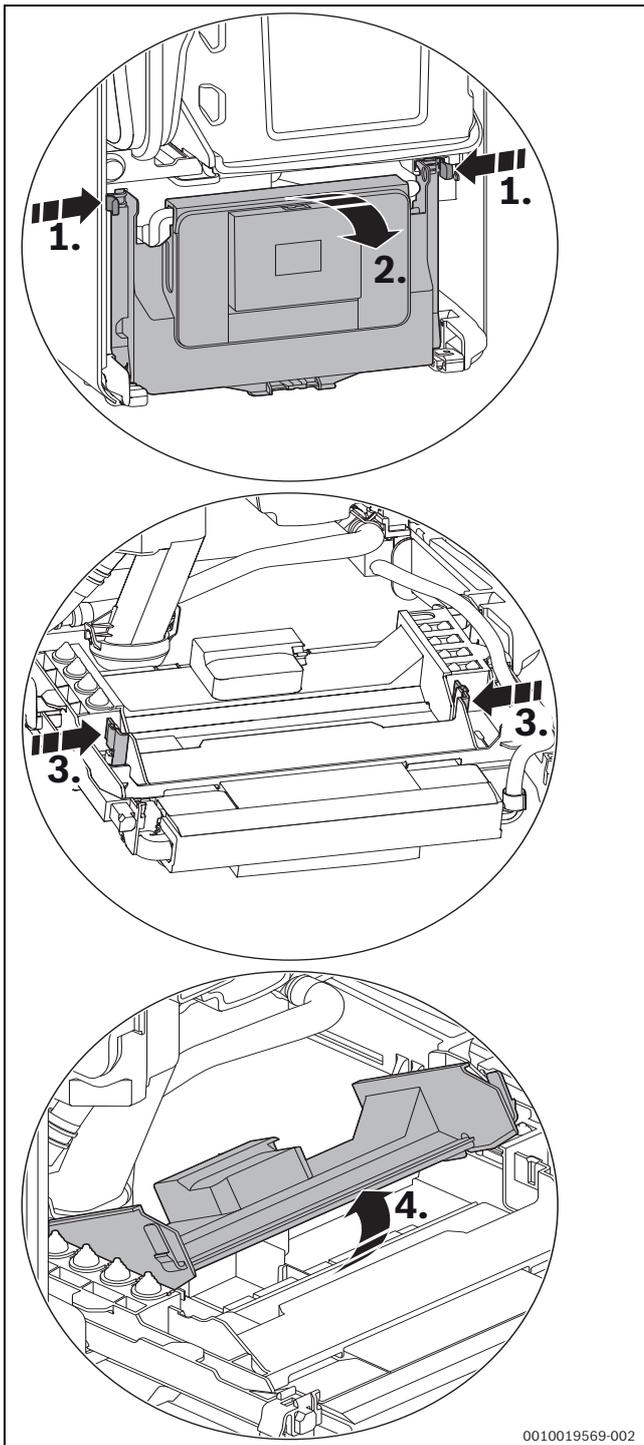

Fig. 28 Abrir el aparato de control
- ▶ Abatir el frontal de mandos hacia abajo (→ fig. 28).